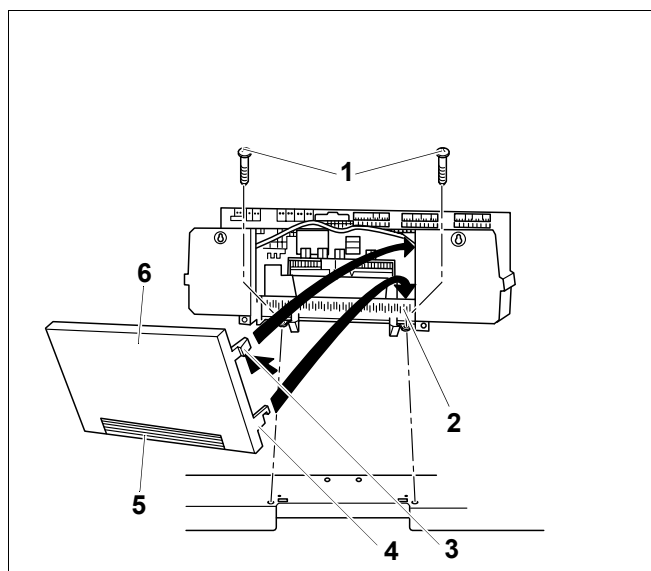

Рис. 19 Крепление системы управления Logamatic 4000
- Только для системы управления Logamatic 4000: снять заднюю стенку (рис. 19, стр. 37, **поз. 6**).
При необходимости можно выломать или вырезать заглушку (рис. 19, поз. 5) на задней стенке (рис. 19, поз. 6).
- Вставить оба нижних крюка (рис. 19, поз. 4) справа и слева на задней стенке (рис. 19, поз. 6) шлицем в верхнюю кромку гнезда рамки (рис. 19, поз. 2).
- Слегка нажать верхние эластичные крюки (рис. 19, поз. 3) внутрь (по стрелке) и вставить заднюю стенку (рис. 19, поз. 6) так, чтобы оба крюка защелкнулись.